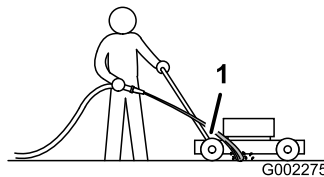

Figura 32
3. Sujete la manguera a la altura del manillar y dirija el agua para que fluya sobre el suelo justo por delante de la rueda trasera derecha (Figura 32).